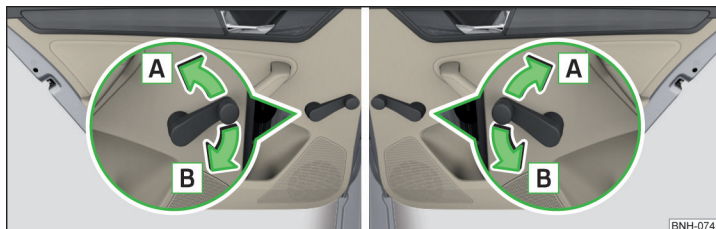

Fig. 54 Operarea geamului: stânga/dreapta
- Pentru **deschidere**, rotiți macaraua în sensul săgeții **A** » fig. 54.